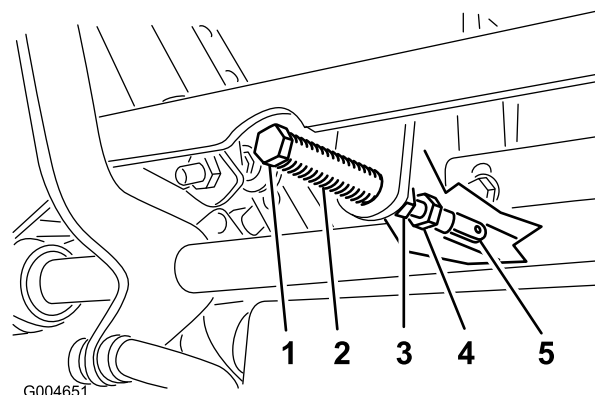

Figura 51
5. Tire hacia atrás de la palanca hasta que el pasador (en el brazo situado encima del eje pivotante) entre en contacto con el extremo de la ranura (empezando justo a tensar el resorte) como se muestra en Figura 51.
7. Si es necesario un ajuste, afloje la tuerca y la contratuerca contra la horquilla (Figura 51).
8. Aplique una ligera presión hacia atrás en la palanca de control de movimiento, gire la cabeza del perno de ajuste en el sentido apropiado hasta que la palanca de control esté centrada en posición de BLOQUEO/PUNTO MUERTO (Figura 51).
9. Apriete la tuerca y la contratuerca (Figura 51).
- Apriete las contratuercas de las articulaciones esféricas (Figura 51).